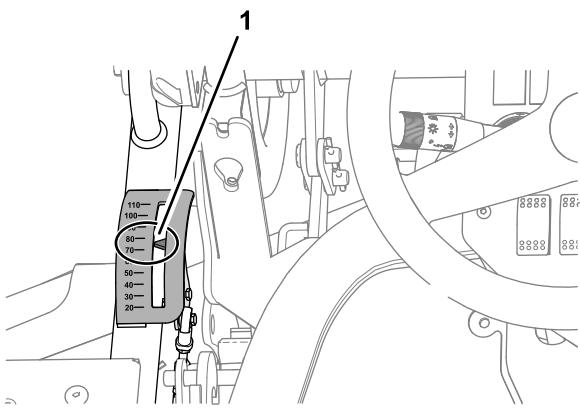
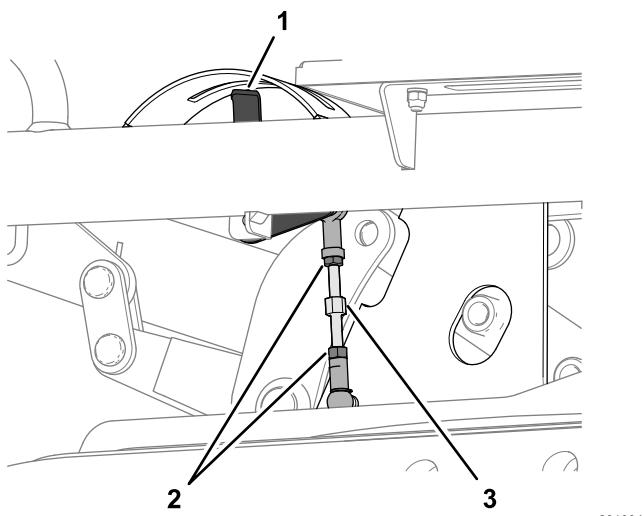

Figura 130
Figura 131
2. Sedetevi sul sedile dell'operatore e controllate il puntatore dell'indicatore dell'altezza di taglio (Figura 130).
- A. Allentate i 2 controdadi che fissano la biella dell'altezza di taglio (Figura 131).
- B. Ruotate la biella finché il puntatore dell'indicatore dell'altezza di taglio, visualizzato dal sedile dell'operatore, non è allineato sul segno dei 75 mm (Figura 130 e Figura 131).
- C. Serrate i 2 controdadi (Figura 131).